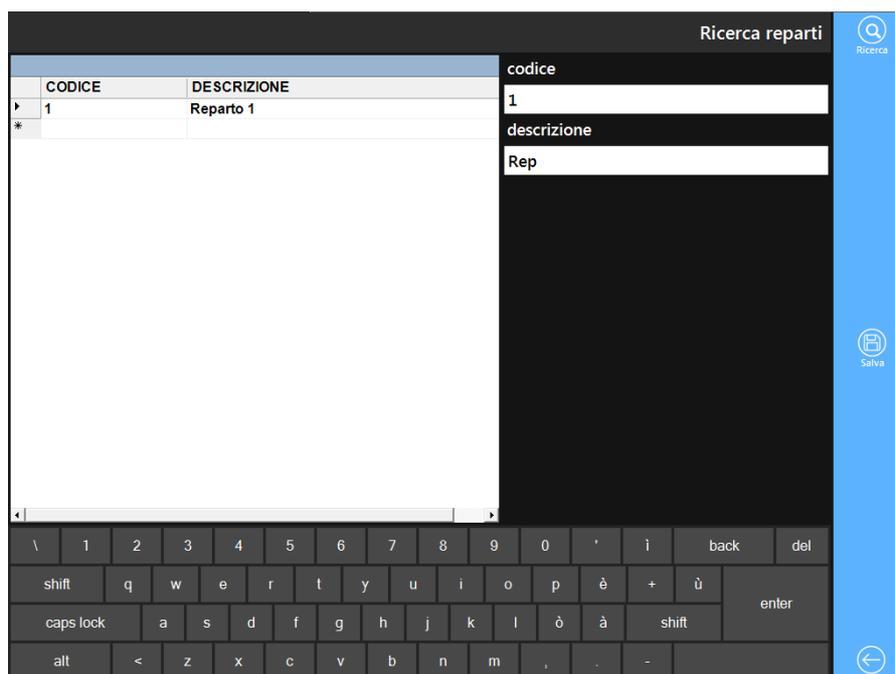

Figura 17: Maschera di ricerca reparti
4. Premere il tasto **Nuovo** dalla schermata rappresentata in Figura 17